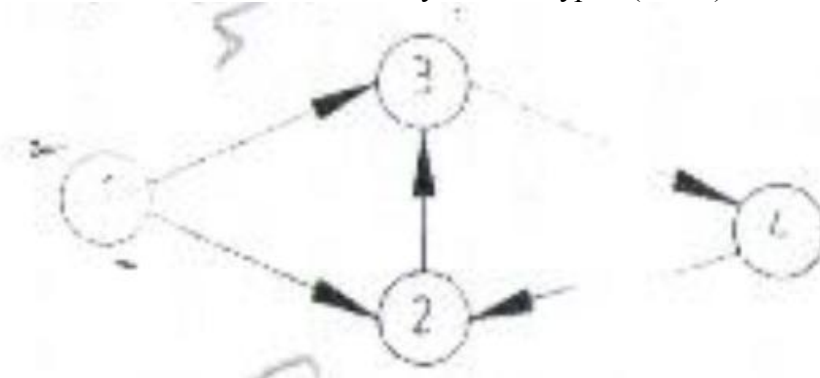

Рис.5
5. В сетевом графике не должно быть цепи работ, возвращающихся к тому событию, из которого они вышли: т.е. не должно быть замкнутых контуров (Рис.5).